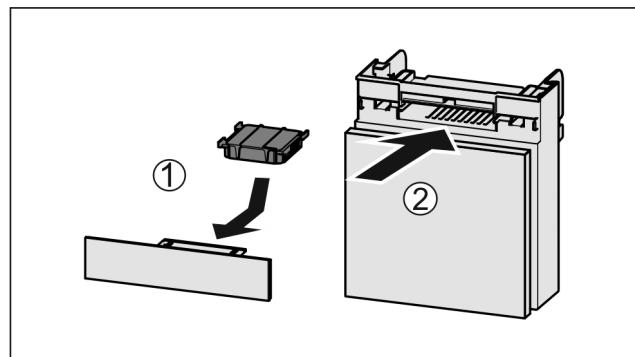

Fig. 90
- Установите фильтр с активированным углем, как показано на рисунке Fig. 90 (1).
- Вставьте отделение Fig. 90 (2).